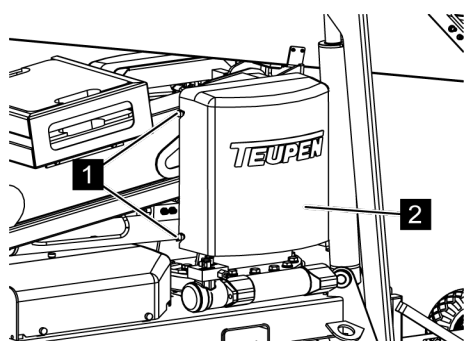

Fig. 117: Enlever le capot
2. → Desserrer toutes les vis moletées (Voir la Fig. 117/1) du capot (Voir la Fig. 117/2), et enlever le capot.